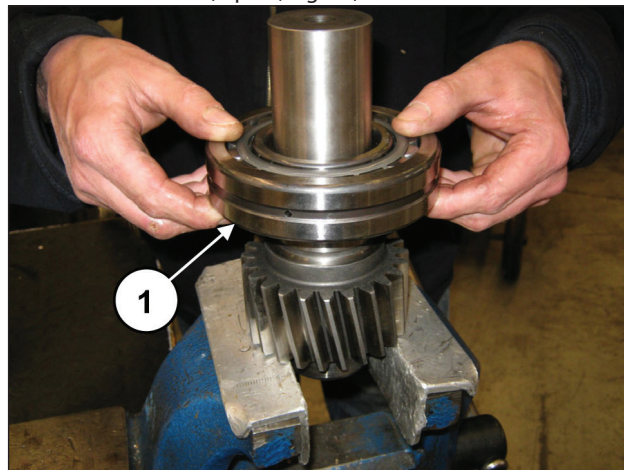
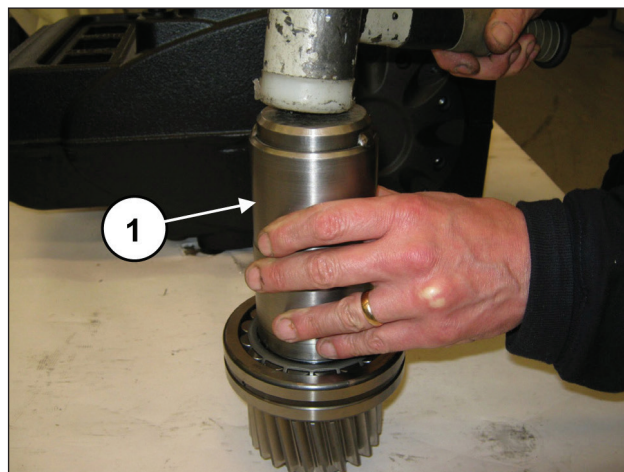

Fig. 83
Fig. 84
De l'autre côté du pignon, prémonter le roulement 55x120x29 (rep. ①, Fig. 83), en l'emmanchant jusqu'en butée à l'aide de l'outil réf. 27604800 (rep. ①, Fig. 84).